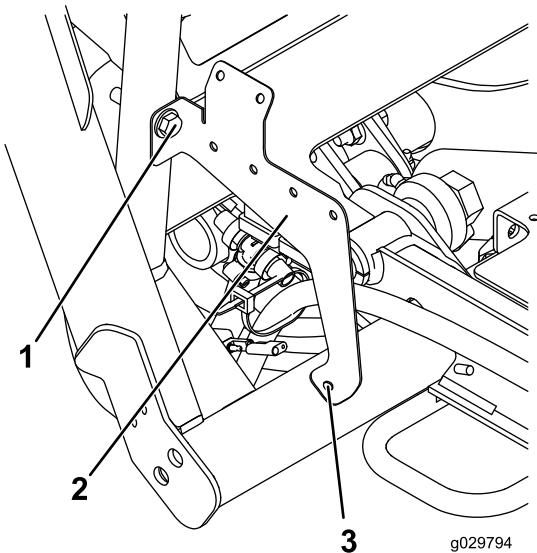

Figure 25
- Fixez légèrement le support de relais sur le cadre à l'aide d'un boulon (3/8 x 2 po), d'une rondelle (0,406 po) et d'un écrou (3/8 po), comme montré à la Figure 25.
- Graissez les points indiqués sur la Figure 25.